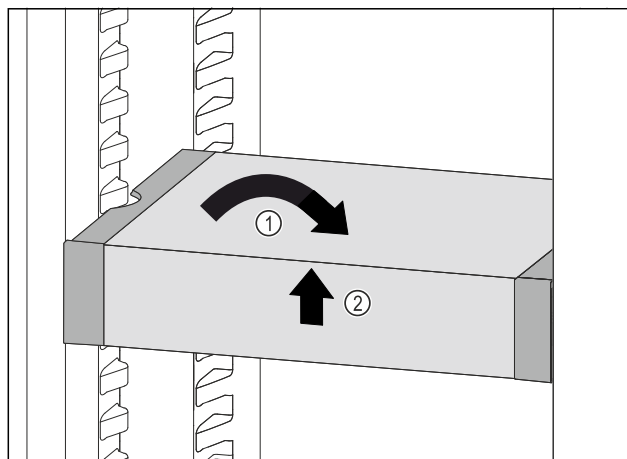

Fig. 130
- Predal VarioSafe postavite ravno. Fig. 130 (1)
- Predal VarioSafe dvignite spredaj. Fig. 130 (2)